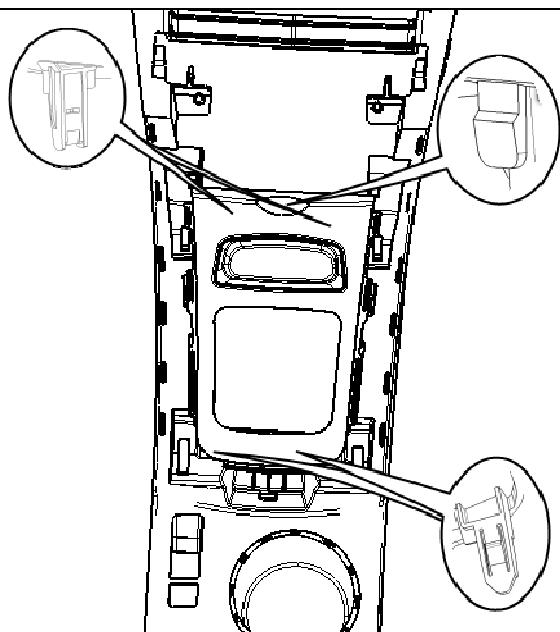

图 1.6.5 换挡操纵机构盖板组件的拆卸
- (1) 先用一字螺丝刀沿盖板边沿安装点附近分别撬启一条能放下手指的缝隙，然后双手伸入握着盖板沿换挡手柄方向拔出。如图 1.6.5 所示；
- (2) 换挡操纵机构盖板组件的安装：从后往前将换挡操纵机构盖板上的定位卡脚与副仪表板本体相应的卡扣一一对上。然后用适当的力把各卡脚全部拍入，使之安装到位，同时确保外观要求。